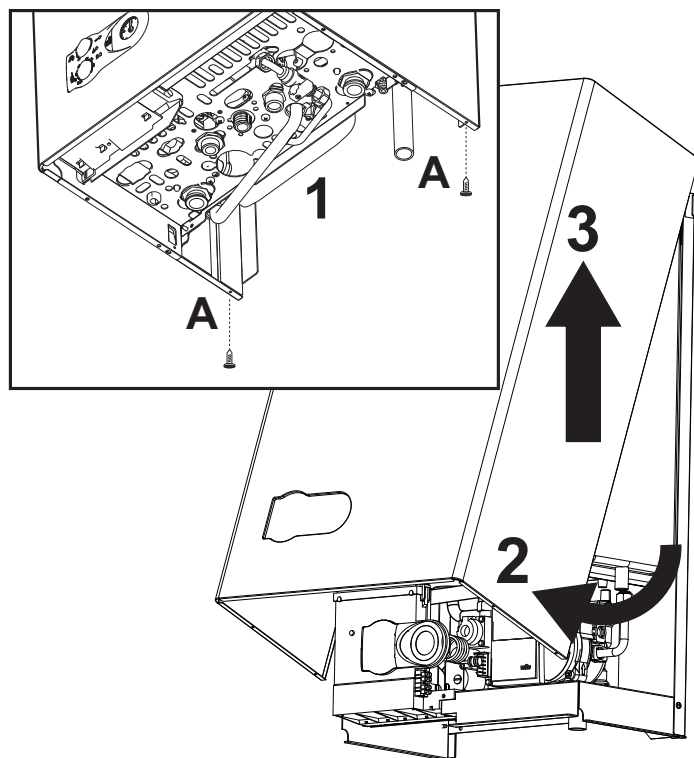

рис. 7 Снятие кожуха
1. Отвинтите винты "А" (см. рис. 7).
2. Поверните кожух (см. рис. 7)